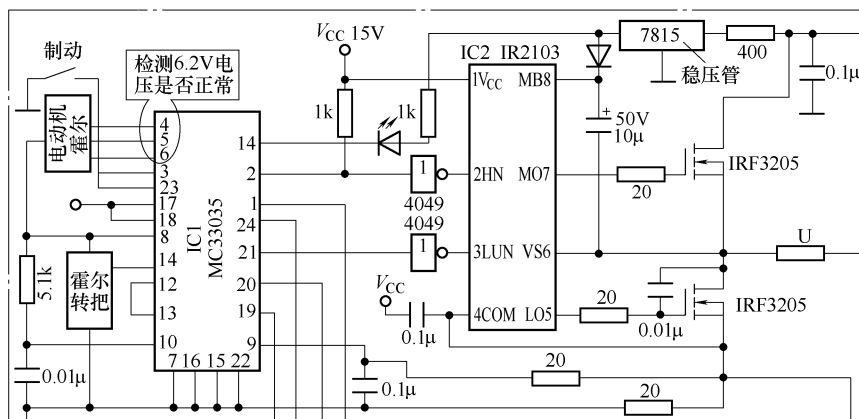

图 7-9 澳柯玛电动自行车控制电路截图
图文解说：此类故障应重点检查控制电路。具体检查部位如图 7-9 所示，主要检查稳压管 7815 是否正常、主控芯片 MC33035 是否正常。实际中 MC33035 损坏造成④、⑤、⑥脚无 6.2V 电压较多见。更换损坏的主控芯片，或更换新的同类型控制器即可排除故障。